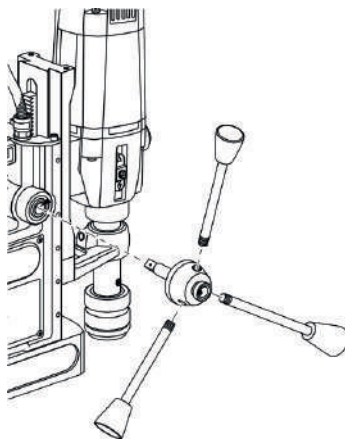

Рис. 2
- Соберите рукоятку механизма подачи шпинделя (рисунок 2).